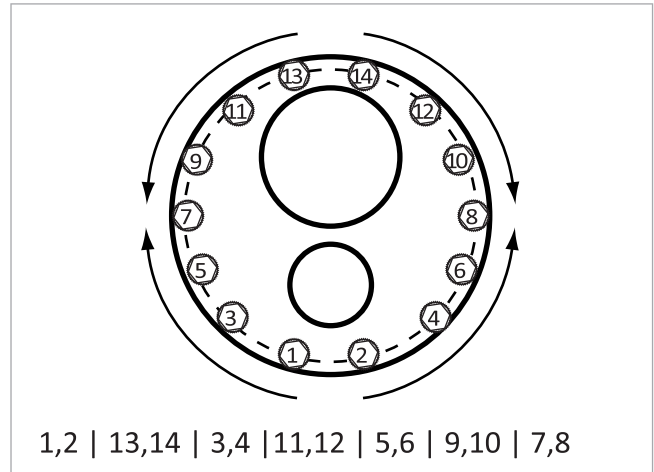

Abb. 20: Anzugsreihenfolge der Schrauben
1. Alle Schrauben, bis auf die beiden oberen und beiden unteren (Pos. 1/2 und 13/14, siehe → Abb. 20, S. 10), lösen, entfernen und entsorgen. Ggf. WD-40 verwenden.
3. In die beiden oberen Gewinde (Pos. 11/12, siehe → Abb. 20, S. 10) die Montagehilfen bis zum Anschlag einschrauben.
5. Die beiden unteren Schrauben (Pos. 1/2, siehe → Abb. 20, S. 10) lösen, entfernen und entsorgen.
3. Montagehilfen durch die Löcher (Pos. 3/4, siehe → Abb. 20, S. 10) in der Dichtung in die mittleren Gewinde bis zum Anschlag einschrauben.